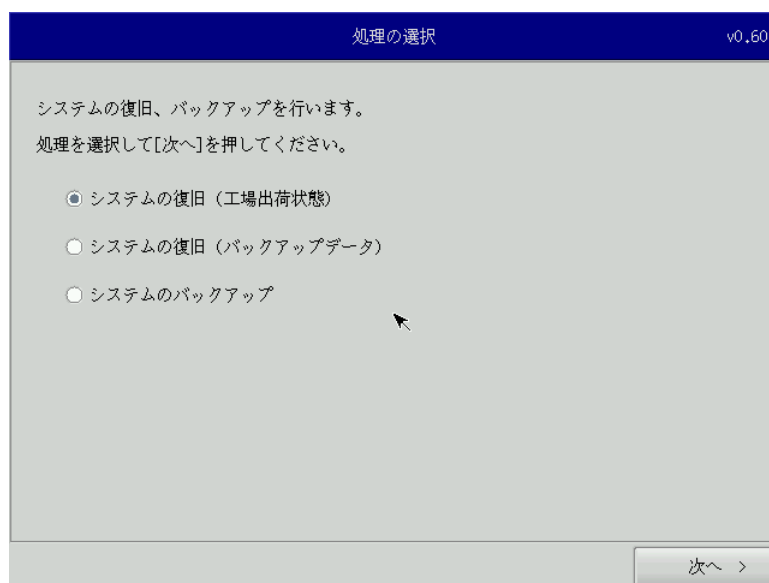

図 6-1-1. リカバリメイン画面
リカバリ DVD で起動させるには、USB 接続の DVD ドライブが必要です。DVD ドライブにリカバリ DVD を入れて DVD ドライブを USB で AS シリーズ本体に接続します。AS シリーズ本体の電源を入れ DVD で起動させます。正常に起動すると図 6-1-1 のリカバリメイン画面が表示されます。
- ① LAN ケーブルが接続されている場合は、LAN ケーブルを取り外してください。
- ② USB メモリ、SD カードなどのストレージメディアが接続されている場合は、ストレージメディアを取り外してください。
- ③ 「6-1 リカバリ DVD の起動」を参考にリカバリ DVD を起動させます。
- ④ リカバリメイン画面（図 6-1-1）で[システムの復旧（工場出荷状態）]を選択し、[次へ]ボタンを押します。
- ① リカバリメイン画面（図 6-1-1）で[システムのバックアップ]を選択し、[次へ]ボタンを押します。
- ① リカバリメイン画面（図 6-1-1）で[システムの復旧（バックアップデータ）]を選択し、[次へ]ボタンを押します。